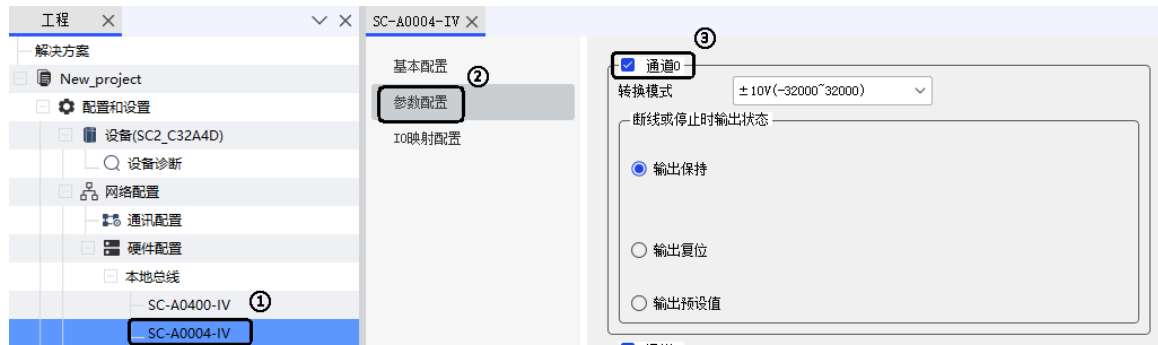

图 6.13 模拟量输出模块参数配置
- ⑤ 设置 SC-A0004-IV 模拟量输出模块的参数，左键双击设备树下“SC-A0004-IV”进入设置页面。
- ⑥ 左键单击“参数配置”，进入模块参数配置界面，如图 6.13 所示。
- ⑦ 设置通道使能，勾选“通道 1”则为通道 1 进行使能（必须勾选，否则无法使用），如图 6.13 所示。
- ⑧ 选择所需要的量程，本例程选择“-10V~10V”量程，如图 6.13 所示。
⑨ 根据实际需要设置断线后输出状态，如图 6.13 所示。